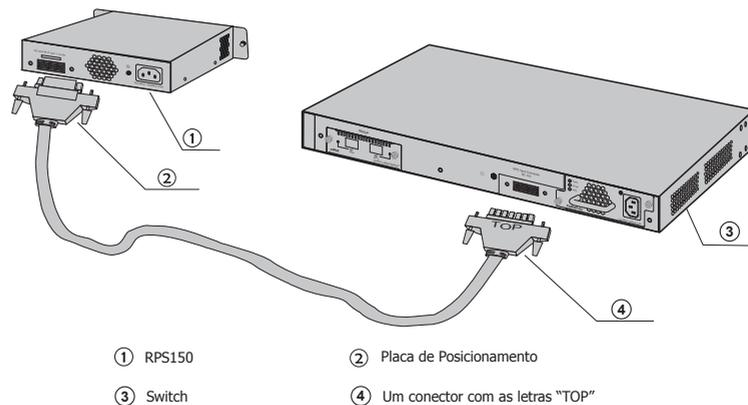

Figura 5-5 Energização utilizando o RPS150
3. Conecte o RPS150 e o switch ao cabo de alimentação DC, conforme ilustrado na Figura 5-5. Uma extremidade do cabo de alimentação CC está marcado com as letras "TOP" e a outra extremidade tem uma placa de posicionamento conectada a ela. Conecte a extremidade com as letras "TOP" na tomada de entrada do switch com o "TOP" voltado para cima, e a outra extremidade com a placa de posicionamento na tomada de saída DC do RPS150 com a placa de posicionamento voltada para cima.